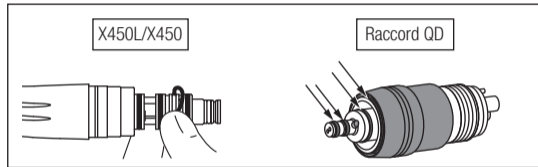

Fig. 15
- 2) Enlevez manuellement avec précaution chaque joint. (Fig. 15)